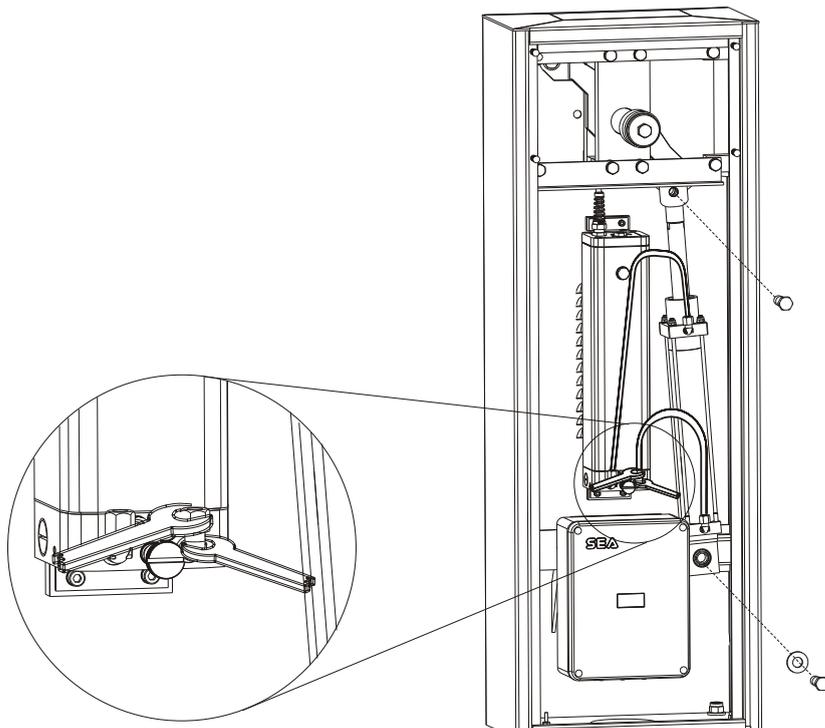
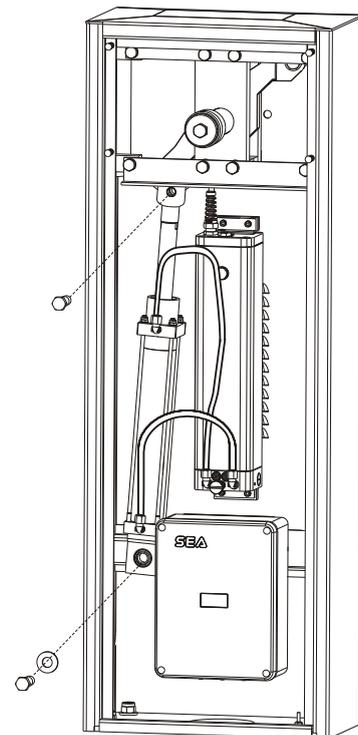

Fig. 4
Fig. 5
Avant d'installer le ressort vérifier le choix de la barrière, si à droite ou à gauche. Si la barrière est avec fermeture à gauche échanger le piston de droit à gauche comme dans Fig.4 et Fig.5
N.B.: Avant d'inverser le piston desserrer de demi tour les deux raccords des tuyaux de liaison entre centrale oleodynamique et piston hydraulique pour faciliter l'inversion (seulement sur la centrale) comme dans Fig.4.
Une fois échangé le piston serrer les vis de fixation du piston et reserrer les tuyaux de liaison sur la centrale précédemment desserrés (Fig.4).